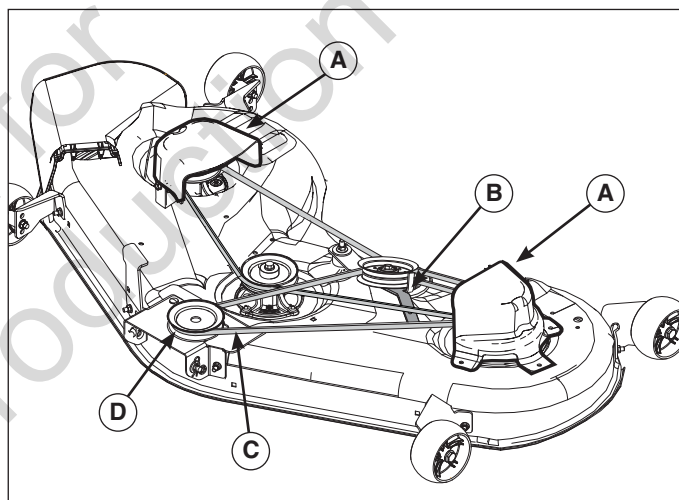

Figura 24
3. Quite los tornillos y la cubierta (A, Figura 24) del eje de la cuchilla izquierda.
4. Jale la palanca de la polea libre (B) para aliviar la tensión de la correa. Quite la correa (C) de la polea de la toma de fuerza (D).
3. Quite los tornillos y las cubiertas (A, Figura 24) de los ejes de las hojas izquierda y derecha.